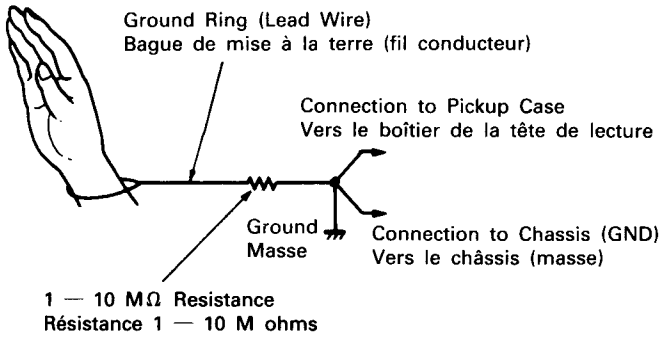

Fig. 13
(2) Handling of the Unit Mechanism Assembly (Fig. 13)
When handling the Pickup Mechanism Assembly and the Unit Mechanism Assembly use a Ground Ring of the kind pictured in Fig. 13.
(2) Maniement de l'ensemble du mécanisme de l'unité (Fig. 13)
Lors du maniement de l'ensemble du mécanisme de la tête de lecture et de l'ensemble du mécanisme de l'unité, utiliser une bague de mise à la terre du type de celui illustré sur la Fig. 13.